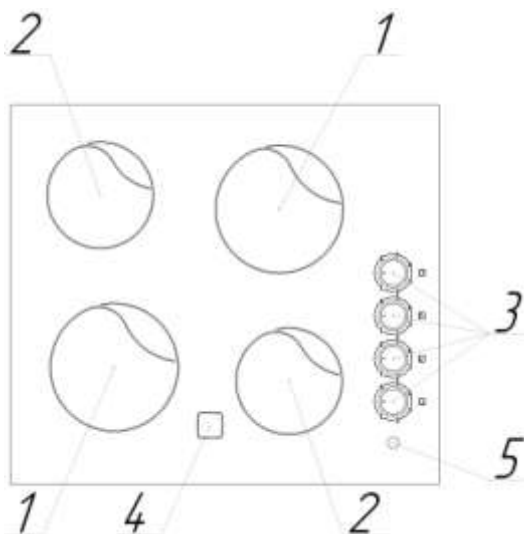

Рис. 4. Устройство варочной панели ПЭВ 40 С.
Расположение и назначение элементов варочной панели показано на Рис. 4. Символы на панели показаны условно. Ручки управления имеют круговое вращение.
На стеклокерамической поверхности (см. Рис. 4) расположены четыре зоны нагрева различного диаметра (1 – зона нагрева Ø180 мм и 2 – зона нагрева Ø140 мм), температура нагрева которых регулируется ручками переключателей (3). Так же имеется индикация включения зоны нагрева(5) и индикация остаточного тепла (4). Когда конфорка горячая, индикация включена.